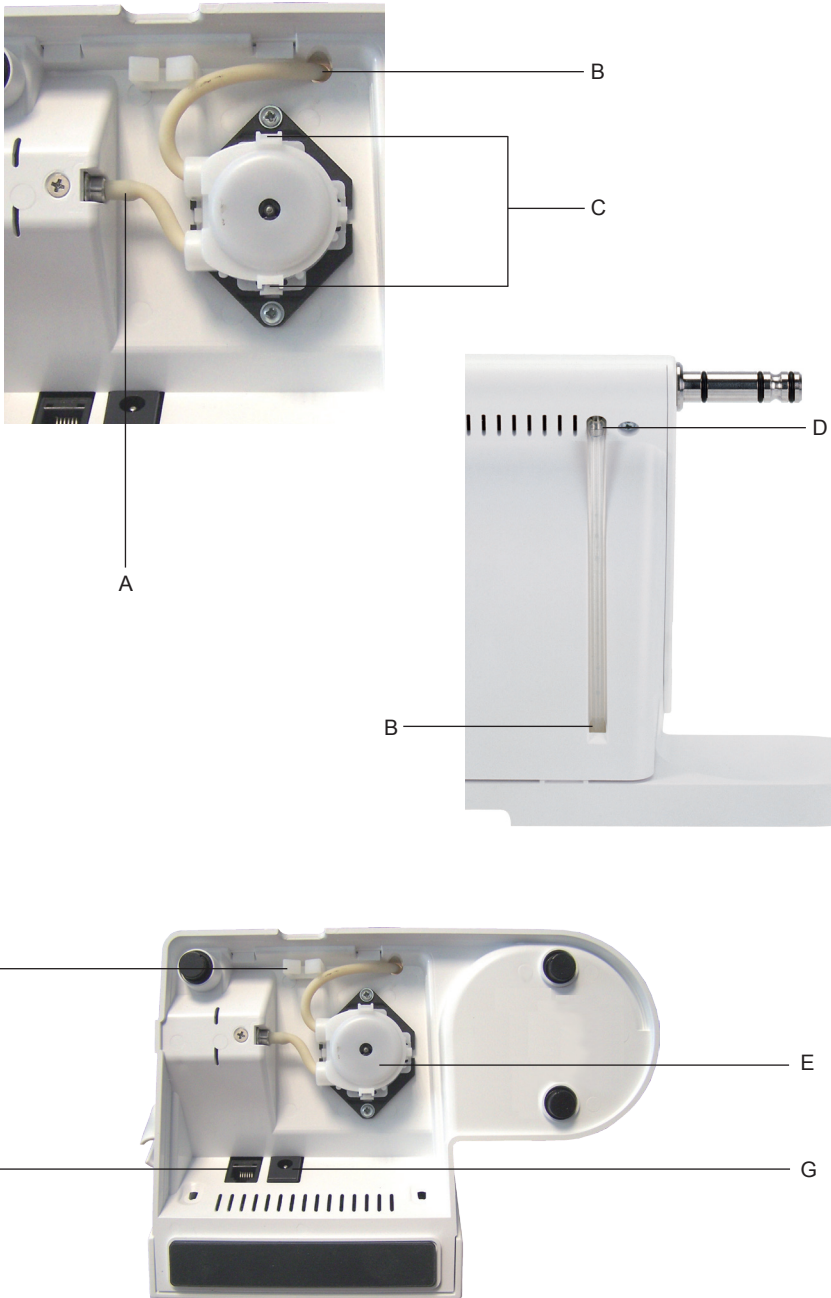

Fig. 4
- 2 Conectar el tubo de la bomba, la extremidad más corta, en la conexión indicada en Fig.4 - Ref.A;
- 3 Fijar la bomba en la base negra como se indica en la Fig.4; se debe oír un click que indica que se ha producido la fijación;
- 4 Pasar el tubo de la bomba, la extremidad más larga, en el orificio indicado en Fig.4 - Ref.B;
- 5 Conectar el tubo en la conexión indicada en Fig.4 - Ref.D.
- 1 Conectar el pedal mediante el enchufe al cuerpo del aparato en la toma del pedal (Fig.4 - Ref.F).
- 2 Introducir el cable de alimentación de la energía eléctrica en su conexión en el cuerpo del aparato (Fig.4 - Ref.G) y, luego, en la toma de pared.
- 3 Bloquear los cables, pedal y alimentación, en el pasacables indicado en Fig.4 - Ref.H.